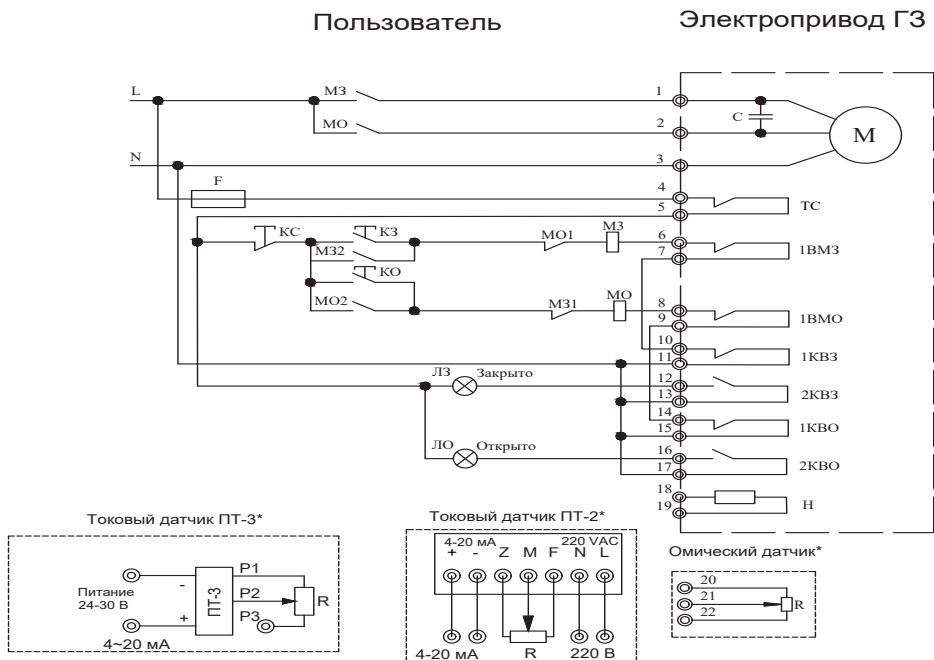

Рис. 2(1). Принципиальная электрическая схема для электроприводов ГЗ-ОФ(М) к сети 220В (230В), 50 Гц.
У электропривода ГЗ-ОФ(М) переключение в ручной режим осуществляется рычагом переключения режимов (8) (рис. 2). Для этого необходимо переместить рычаг в сторону корпуса электропривода до его фиксации. Если фиксация не произошла, повернуть маховик (2) при нажатом рычаге (8) до фиксации. Вращением маховика (2) производится поворот выходного вала привода. При включении электродвигателя привода рычаг (8) автоматически вернется в исходное положение и произойдет переход в режим работы от электродвигателя.